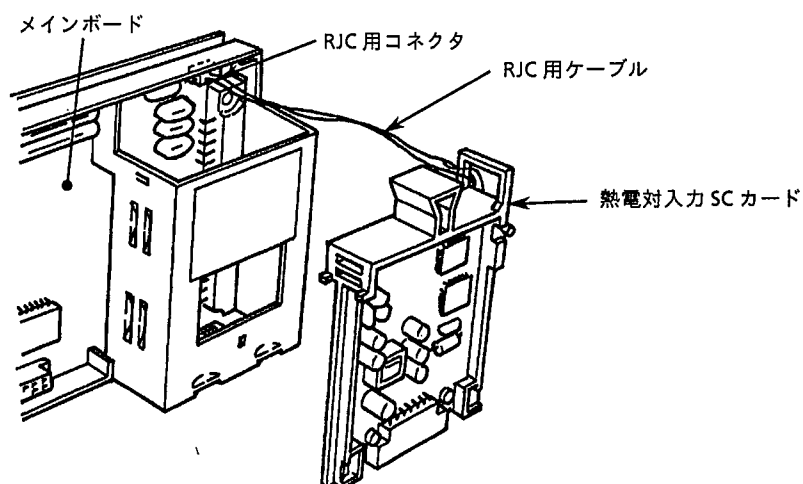

図 11.7 RJC 用コネクタの取り外し
- ③熱電対入力SCカードの場合、RJC用コネクタを外します(図11.7参照)。
- ①取り外し方法と逆の手順で、新しいSCカードをセットします。このとき、カードは左右にあるガイドを通すようにしてください。
- ②熱電対入力SCカードの場合、装着後RJC用ケーブルは折りたたんで奥に押し込んでください。